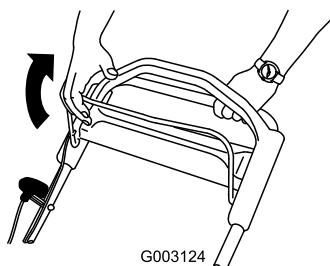

Figura 22
2. Tirate la barra di comando della lama verso la stegola (Figura 22).